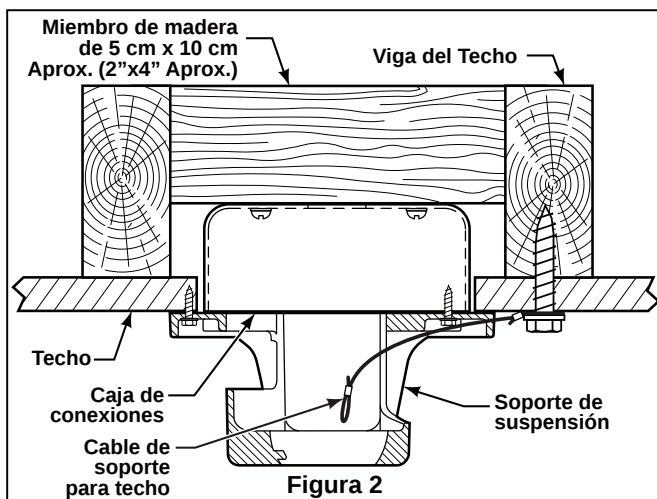

Figura 2
1. Con el tornillo de cabeza cuadrada de 8 cm x 5 cm (3/8" x 2") y la arandela plana, fije el cable de seguridad a la viga de techo o al miembro de madera estructural. El tornillo de cabeza cuadrada debe pasar a través de la arandela plana y el aro del cable de seguridad hacia adentro de la estructura armada (Figura 2). Primero taladre un orificio guía de 0,6 cm (1/4") en la estructura armada para prevenir roturas o rajaduras.
NOTA: El cable de soporte para techo debe asegurarse entre la arandela plana y el miembro del techo (Figura 2).